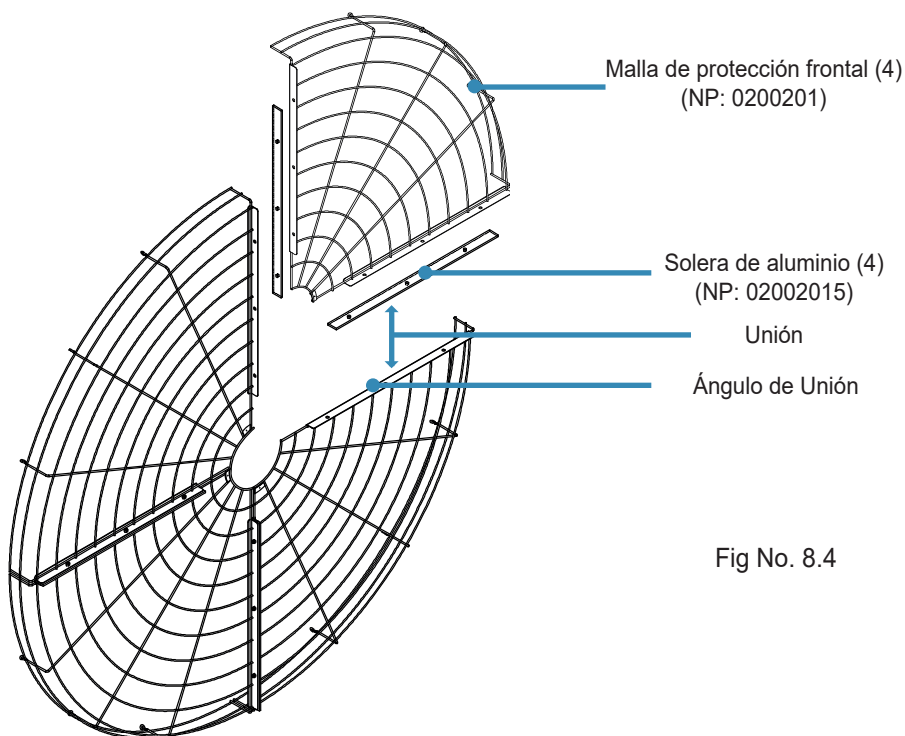

Fig No. 8.4
8.4 Armado de la malla frontal (fig. No. 8.4). Coloque las 4 (cuatro) piezas de la malla frontal en el piso formando un círculo (simulando un plato), inserte cada una de las soleras de aluminio (fig. No. 8.4) entre las 4 uniones coincidiendo los orificios tanto de las mallas como de las soleras, use los tornillos 02TOR03 KIT 3, apriételos de forma moderada, el apretado final de los tornillos se hará hasta que esté unida por completo toda la malla de protección.
8.5 Con cuidado levante la malla de protección delantera (fig. No 8.4) y llévela hasta unir los puntos de conexión con la malla de protección trasera que se encuentran en la periferia de ambas, usando los tornillos, rondanas y tuercas apriete los 12 puntos de conexión, una vez que estén instalados el total de los tornillos. EN ESTE MOMENTO PODEMOS PROCEDER A APRETAR ADECUADAMENTE TODOS LOS TORNILLOS.